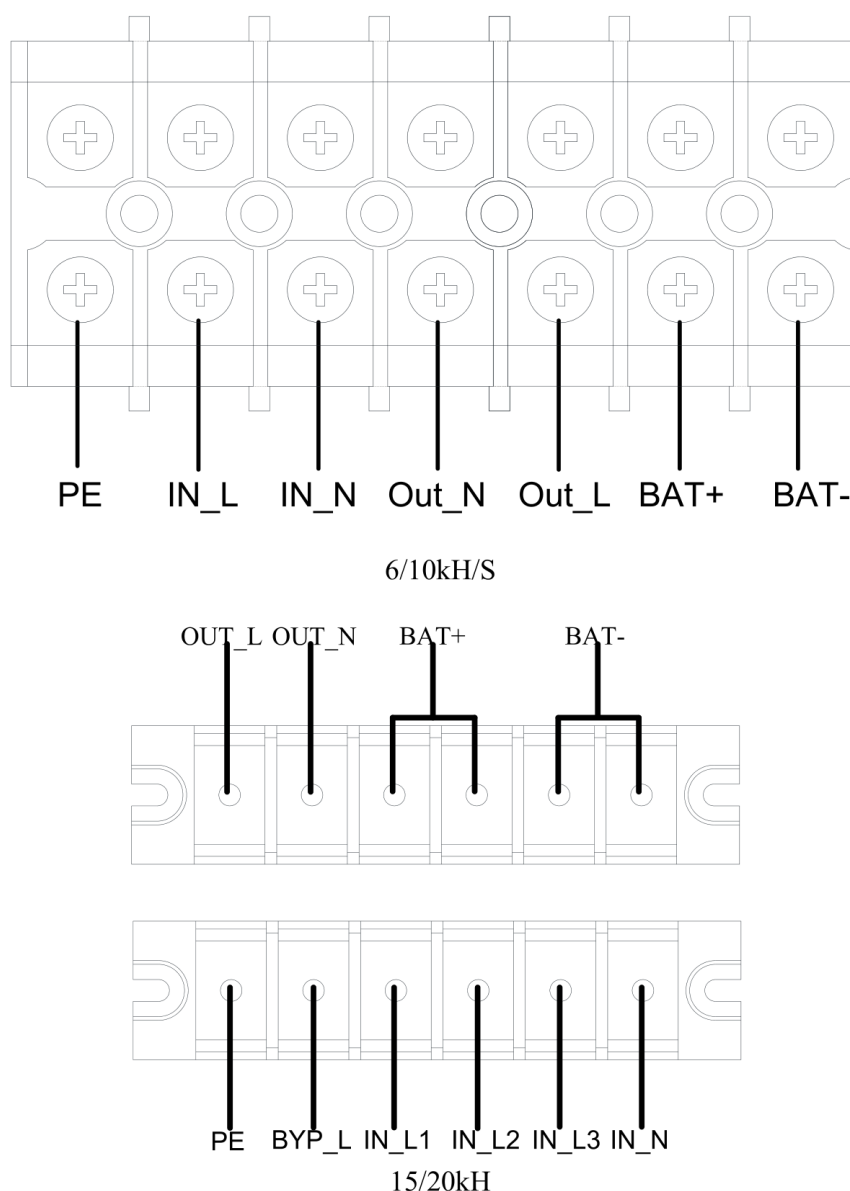

Figura 2-1 · Diagrama de ligação dos bornes. Modelos 6/10kH/S (acima) e 15/20kH (abaixo). *IN* = entrada · *Out* = saída · *BYP* = bypass · *BAT* = bateria · *PE* = terra
4. Conecte os cabos de entrada, saída e bateria aos bornes conforme a Figura 2-1. **Nos modelos de 15/20 kVA, interligue as entradas L1, L2 e L3 à fase de entrada (L).**